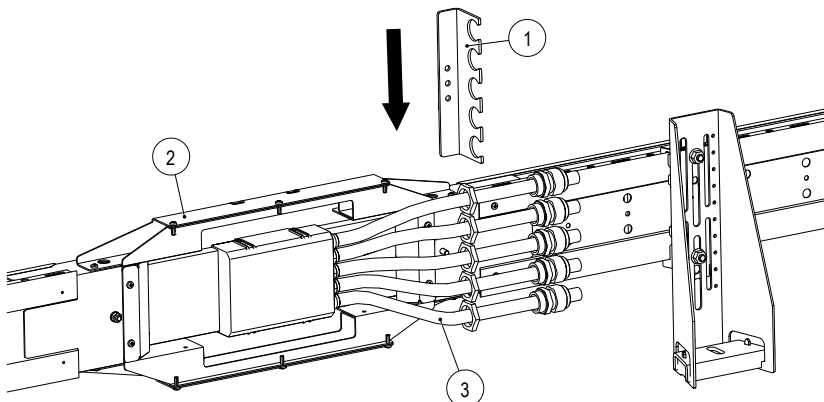

Abb. 68: Zugentlastungsblech (1) hinter die Anschlussleitungen schieben
3. Die Gegenmutter (C) von den Verschraubungen (D) lösen und beides so auf die Anschlussleitungen schieben, dass noch Platz für das Zugentlastungsblech besteht (siehe Abb. 68).